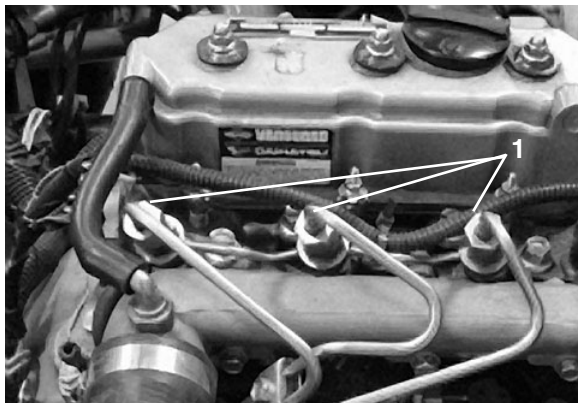

Bild 41
Entlüften der Injektoren (Bild 41)
2. Lockern Sie den Leitungsanschluss zur ersten Düse und zu der Halterungsgruppe (Bild 41).